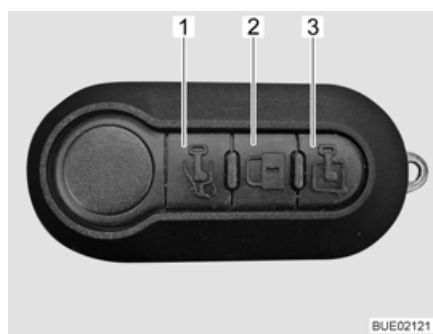

Fig. 59 Telecomando multifunzione (3 tasti)
- Premere una volta brevemente il tasto  (Fig. 59,1). La porta conducente è sbloccata.
- Premere una volta brevemente il tasto  (Fig. 59,3). La porta di ingresso è sbloccata.
- Premere una volta brevemente il tasto  (Fig. 59,2). Tutte le porte sono bloccate.